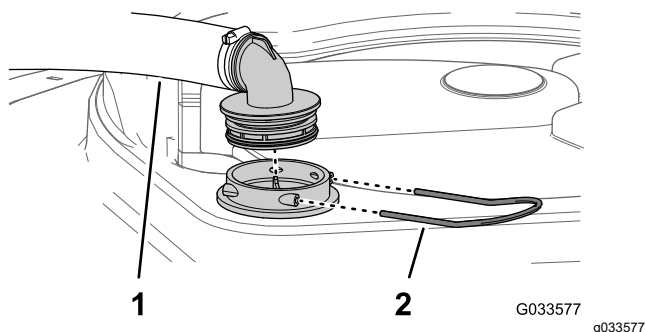

Figura 94
2. En la parte superior del depósito de fumigación, retire la horquilla de retención que sujeta el acoplamiento que está conectado a la manguera grande y al alojamiento del filtro (Figura 94).
3. Retire la manguera y el acoplamiento del alojamiento del filtro (Figura 94).